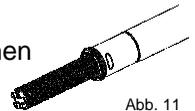

Abb. 11
- Stoßen Sie Mini-Schlagwelle aus dem Schlagrohr heraus (Abb. 11).